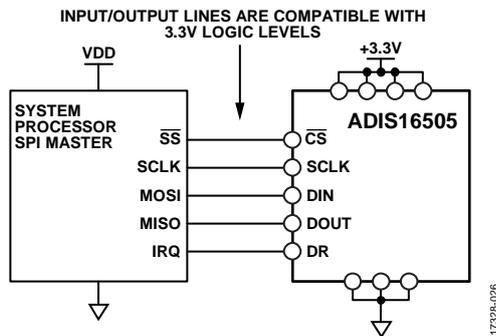

図 34. 電気接続図
SPI は、ユーザ・レジスタへのアクセスを可能にします（表 9 参照）。ADIS16505 と SPI マスタ・デバイス間の最も一般的な接続を図 34 に示します。マスタ・デバイスは、多くの場合、SPI 互換のインターフェースを持つ組み込みプロセッサです。この例では、SPI マスタは割込みサービス・ルーチンを使用して、データ・レディ (DR) 信号パルスを受信するたびにデータを取得します。SPI の詳細については、アプリケーション情報のセクションを参照してください。